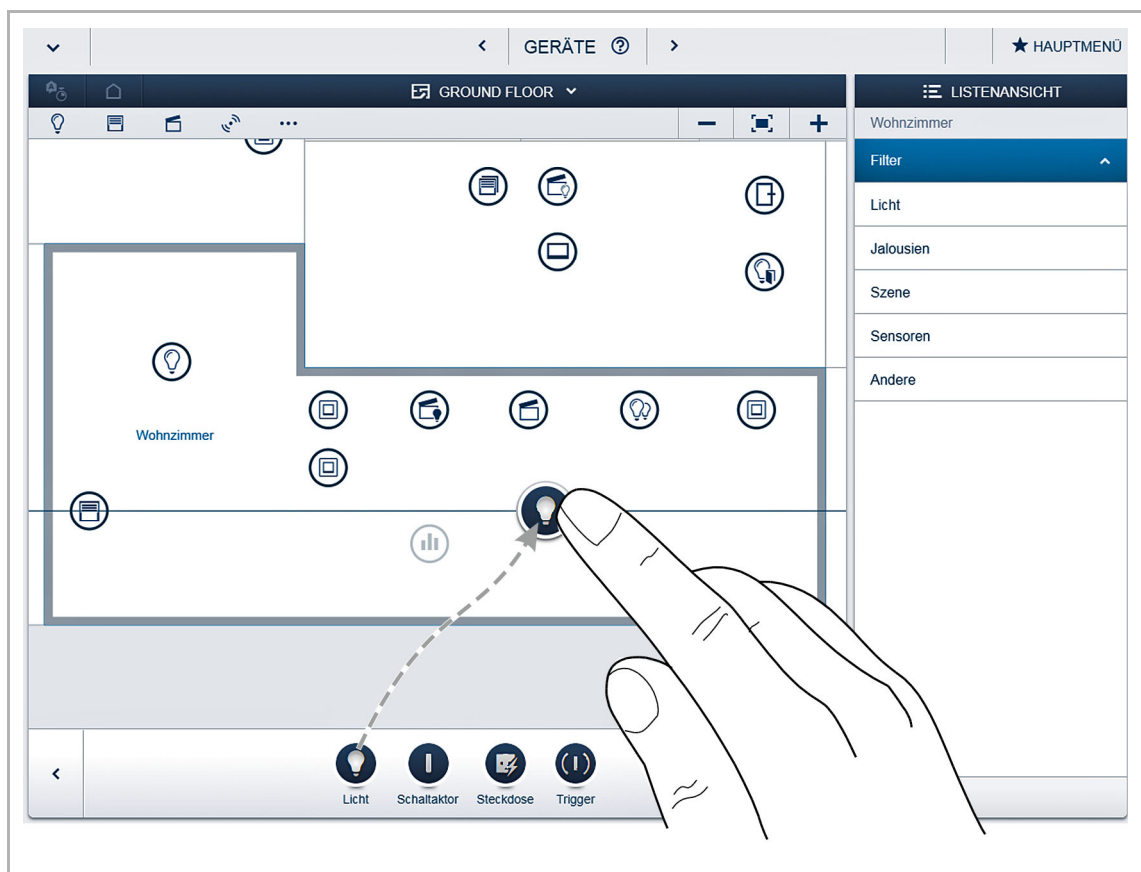

Abb. 28: Anwendung aus Hinzufügen-Leiste ziehen
- Wählen Sie aus der Hinzufügen-Leiste „Geräte hinzufügen“ die gewünschte Anwendung aus und ziehen Sie diese per Drag & Drop auf den Grundriss, siehe Abb. 28.